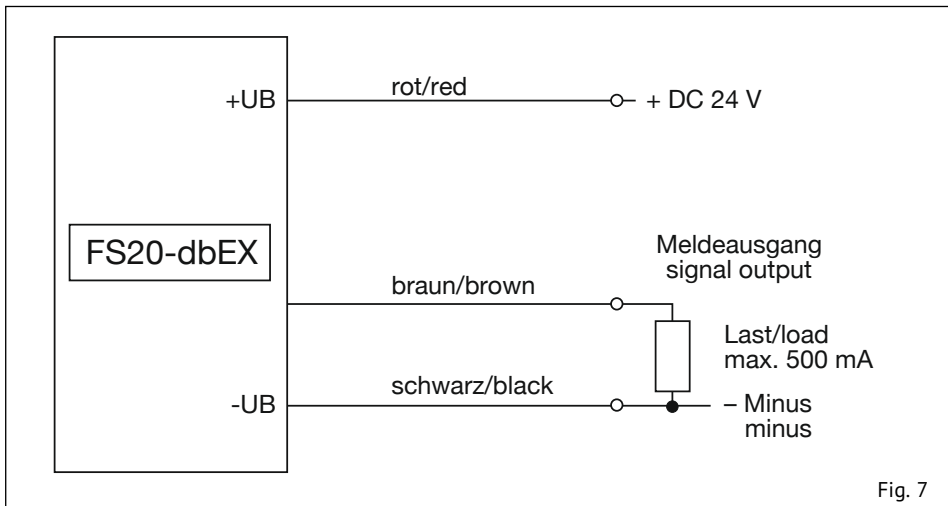

Fig. 7
- Verbindung mit dem Kabel entsprechend dem Anschlussbild (siehe Fig. 7) herstellen und Versorgungsspannung anschließen. Die grüne LED (Betriebsanzeige) leuchtet.
- Connect the cable according to the connection diagram (see fig. 7) and connect power supply. The green LED (status indication) lights.